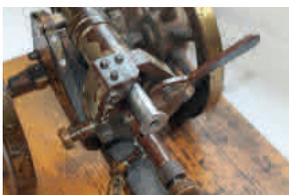

Abb. 33: Einbringen der Kartusche
- Geladene Kartusche in die Kanone bis zum Anschlag einbringen (Abb. 33).